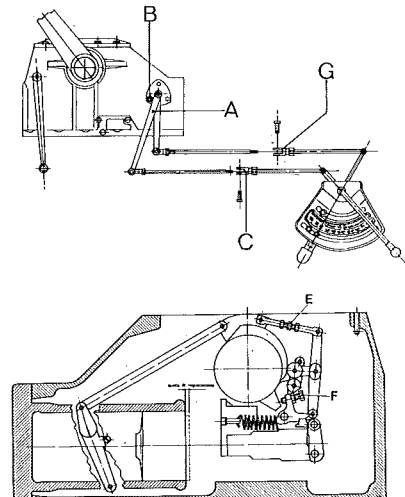

Fig. 221 - Schéma de réglage de la station Automatique de Contrôle du tracteur **PANTHER**.
N.B.: Si l'on ne possède pas l'outil 5.9030.455.0 il est possible d'effectuer le réglage de la S.A.C. en montant le couvercle tourné de 180° (Fig. 221), de façon que la S.A.C. puisse fonctionner et que l'on ait la possibilité d'effectuer à l'intérieur de celle-ci les réglages prévus.